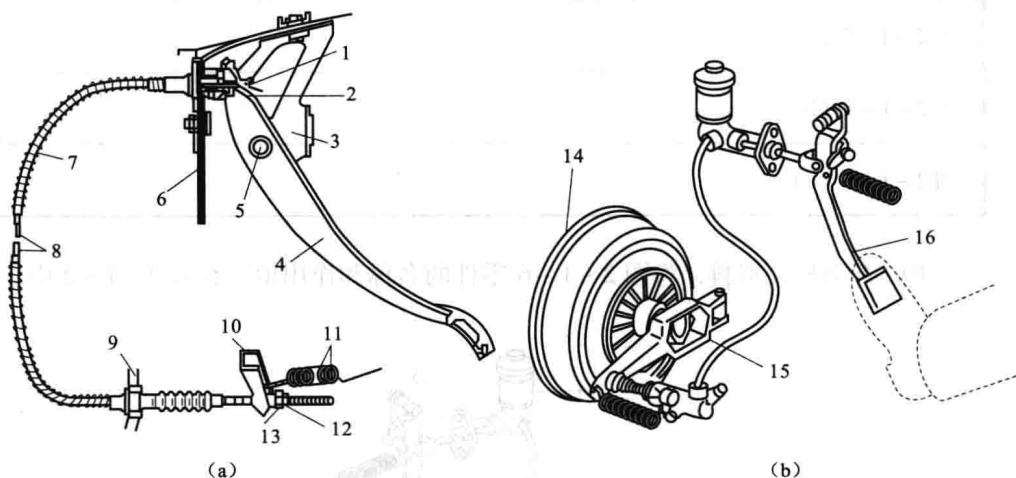

图 2-1-5 离合器操纵机构不同类型
9. 查询相关资料，区分图 2-1-5 离合器操纵机构的类型，并将相关信息填写在表 2-1-1 中。